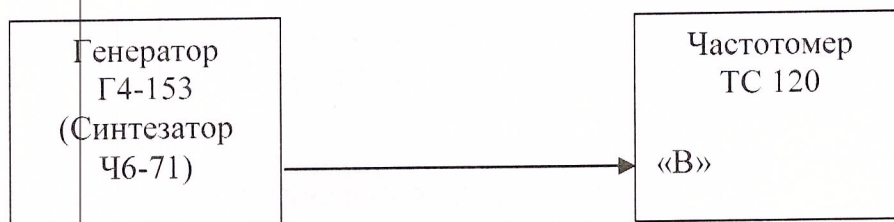

Рис.1.
8.3.1.1 Собрать схему согласно рис. 1.